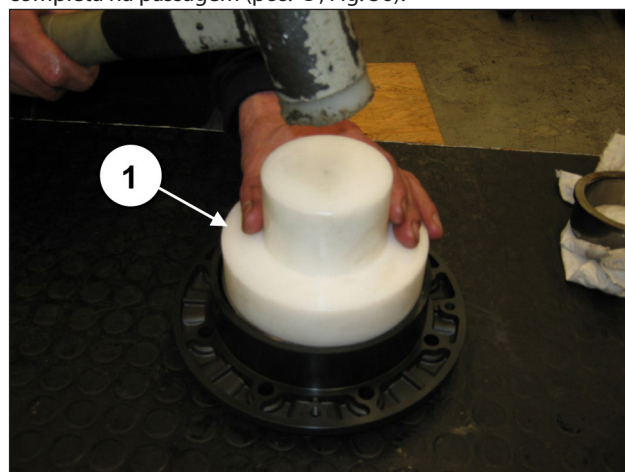
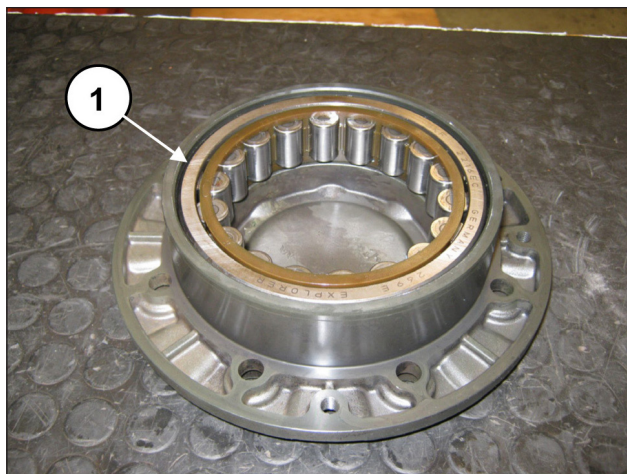

Fig. 55
Fig. 56
Repita a operação na cobertura do rolamento pré-montando o anel externo do rolamento do eixo de manivela, mediante a ferramenta, cód. 27605000 (pos. ①, Fig. 55), até a sua inserção completa na passagem (pos. ①, Fig. 56).